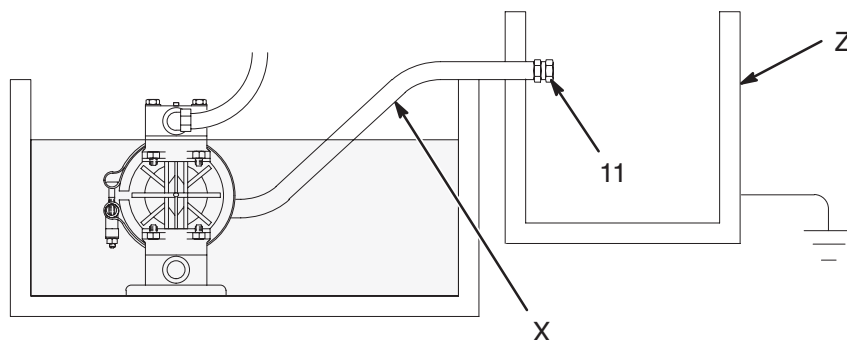

Fig. 8
Hvis membranen går i stykker, vil væske blive ledt ud sammen med luften. Anbring en beholder for enden af udstødningsluftledningen til at opsamle væske. Se Fig. 8.
2. Indsæt en elektrisk ledende udstødningsluftslange (X), og slut lyd-dæmperen til den anden ende af slangen. Den mindste indvendige diameter for udstødningsluftslangen er 10 mm (3/8"). Hvis der skal anvendes en slange, der er længere end 4,57 m, skal der anvendes en slange med større diameter. Undgå at udsætte slangen for skarpe buk og knæk.
3. Anbring en beholder (Z) for enden af udstødningsluftledningen til at opsamle væske i tilfælde af, at en membran skulle sprænge. Hvis væsken er brændbar, skal beholderen forbindes til jord. Se Fig. 8.